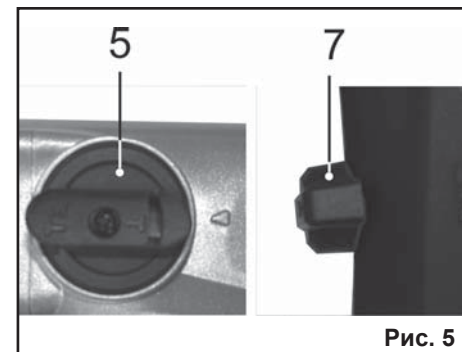

Рис. 6
9.4.1. Для наиболее удобной ориентации долбежной оснастки, поверните переключатель режимов (5) в положение «осевой удар» согласно Рис.6.
9.4.2. Установите переключатель - флажок (7) в положение «сверление без удара» согласно Рис.6.